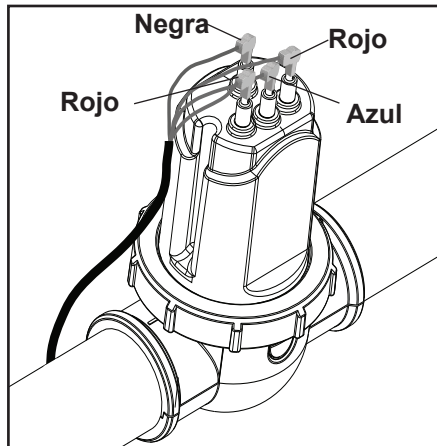

Figura 16. Conexión de los conductos de la celda
15. Conecte de forma segura los conductos de la celda a las terminales de color (ver Figura 16).